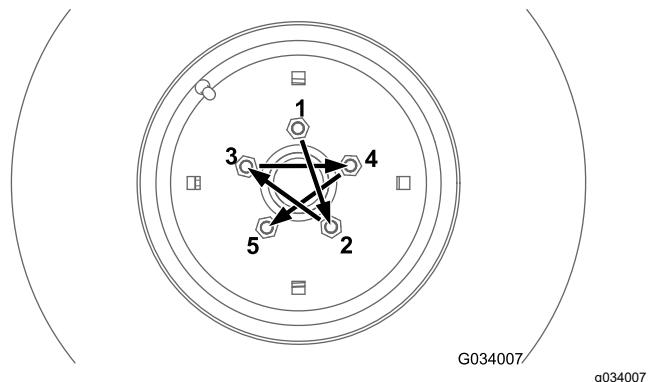
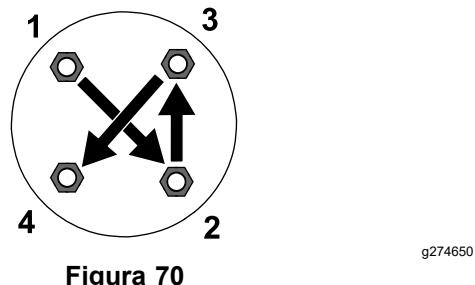

Figura 69
Figura 70
Strângeți prezoanele de la roile faă i spate (doar maini cu traciune integrală) conform unui model, aa cum se arată în Figura 69 și Figura 70 la cuplul specificat.
- Roi faă: consultați Figura 69
- Roi spate (doar maini cu traciune integrală): consultați Figura 70